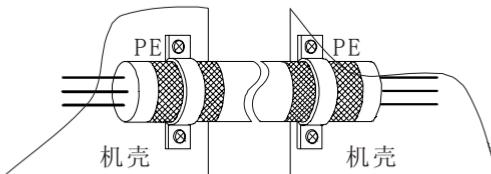

图 3-27 正确的屏蔽接地方法
- (1) 变频器到电动机的线缆(U、V、W端子引出线)应尽量避免与电源线(R、S、T或R、T端子输入线)平行走线。应保持30厘米以上的距离。
- (2) 变频器输出U、V、W端子三根电机线尽量置于金属管或金属布线槽内。
- (3) 控制信号线应采用屏蔽电缆，且屏蔽金属丝网必须通过两端的电缆夹片与金属机箱相连。如图3-27所示：